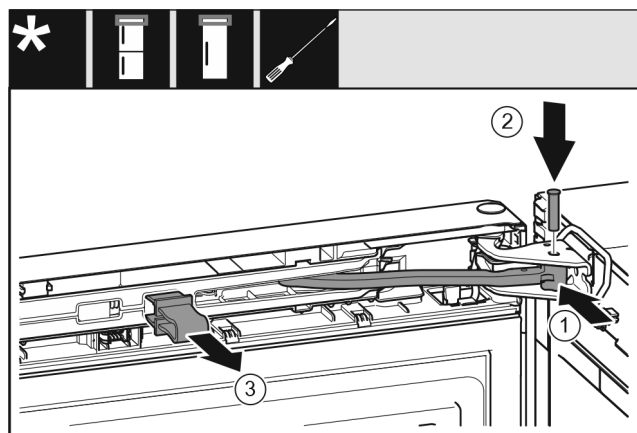

Fig. 30
- ▶ Ktheni menteshën Fig. 30 (1) në bazamentin mbështetës.
- ▶ Vendosni bulonin Fig. 30 (2) në bazamentin mbështetës dhe në menteshë. Këtu bëni kujdes që gunga ndaluese të futet saktësisht në kanal.
- ▶ Hiqni siguresën Fig. 30 (3).